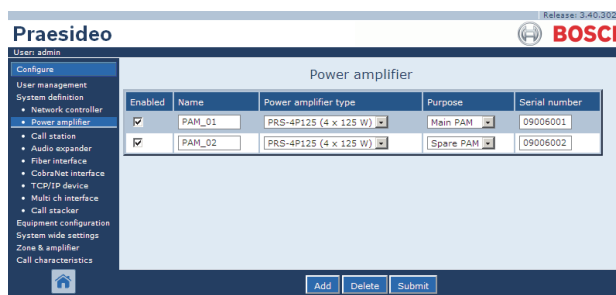

figure 43.9 : Suppression d'un amplificateur de puissance, étape 2
- Cliquez sur la ligne de l'amplificateur de puissance à supprimer de la définition du système. La ligne est mise en surbrillance (voir figure 43.9).